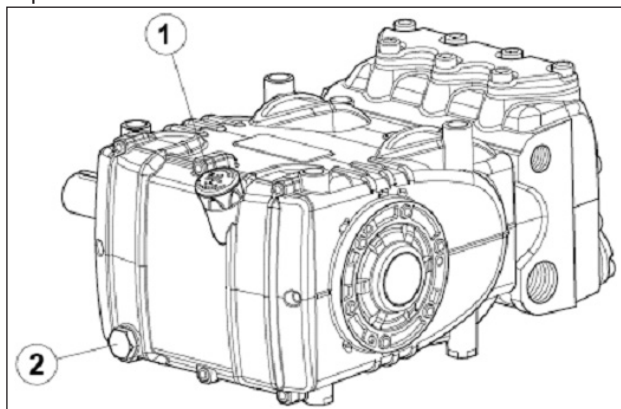

Fig. 3
Dall'asta livello olio pos. ①, Fig. 3.
Il controllo corretto del livello dell'olio si esegue con la pompa a temperatura ambiente, il cambio dell'olio va eseguito con pompa a temperatura di lavoro rimuovendo: l'asta livello olio pos. ①, e successivamente il tappo pos. ②, Fig. 3.
Predisporre l'impianto in modo tale da non superare in nessun caso i **100 °C** (212 °F) di temperatura dell'olio durante il funzionamento della pompa. Utilizzare una sonda di temperatura da infilare all'interno del tappo scarico olio pos. ② Fig. 3. Vedere manuale "PROTEZIONE ANTIDEFAGRANTE ATEX".